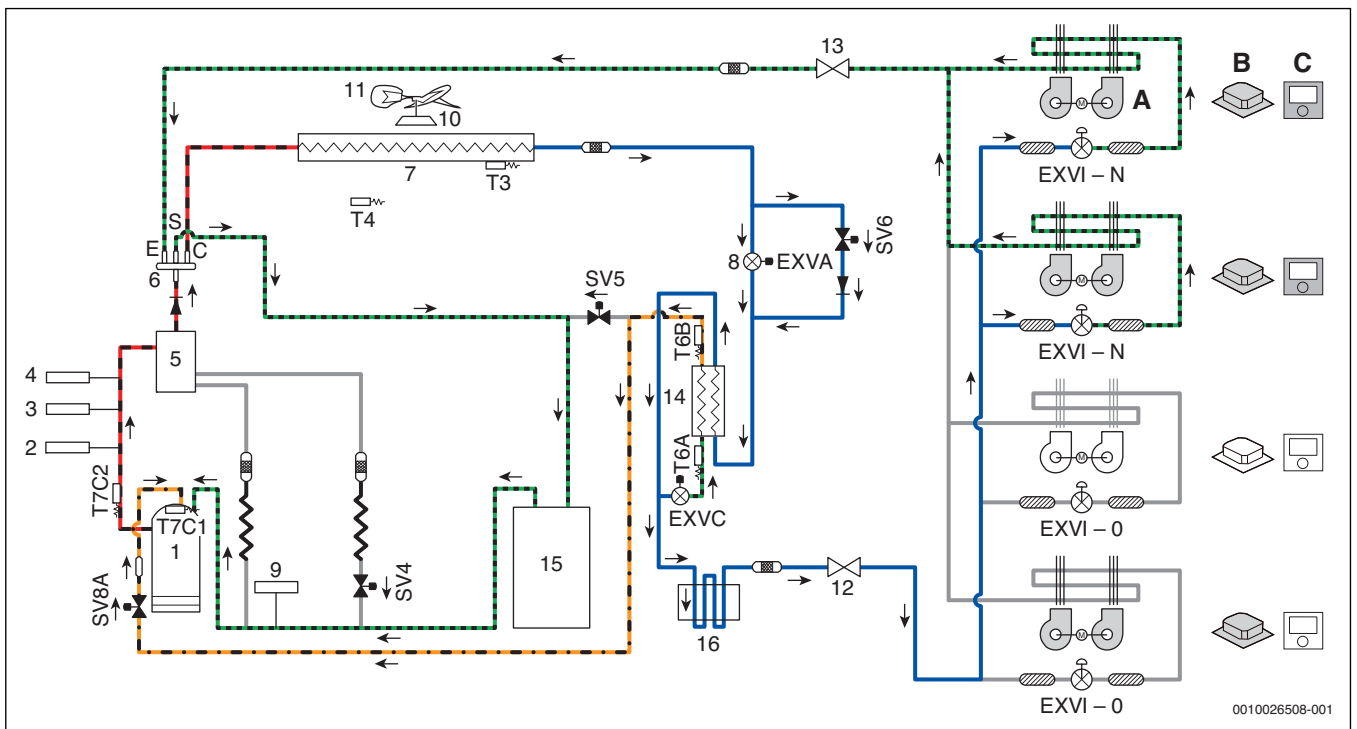

Рис. 12 Режим охлаждения
**Обозначения на рис. 12– 15:**